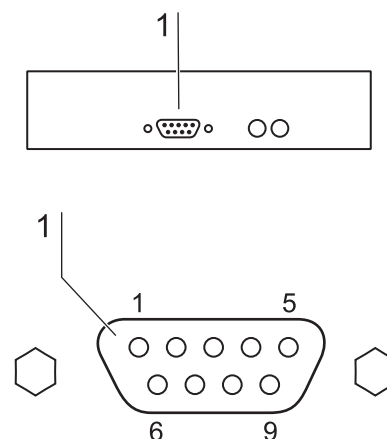

Fig. 11
2. **Fig. 11:** enchufe el conector del cable del interfaz (no se incluye en el suministro) en la hembra [1] del suministro del aparato ubicado en la parte trasera del aparato. Cara frontal del aparato en la caja de distribución